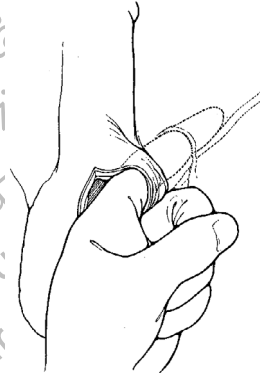

Figura 4-15a. Criação do defeito
1. Criar um defeito na aponevrose transversal através do anel inguinal externo (**Figura 4-15a**). Este defeito viabiliza o acesso ao espaço pré-vesical. Pode considerar o acesso ao anel inguinal e ao espaço pré-vesical mais simples ao utilizar o mini-retractor de Deaver fornecido no conjunto de retracção SKW. O retractor é colocado no anel inguinal e puxado na direcção da cabeça, revelando o anel inguinal. Assim que o compartimento for criado no espaço pré-vesical, utilizar seu dedo para colocar o reservatório no espaço.